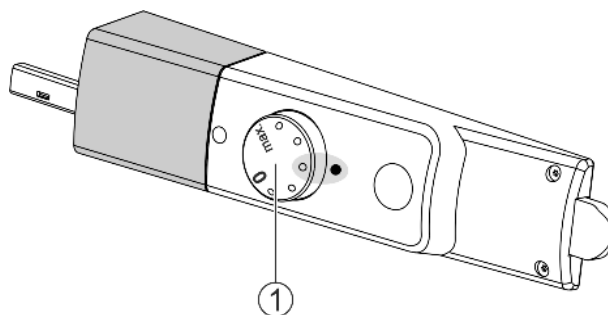

Fig. 2
- ▶ Поверните регулятор температуры *Fig. 2 (1)* вправо с положения 0 в положение 3.
- ▶ Повернуть регулятор температуры *Fig. 2 (1)*.